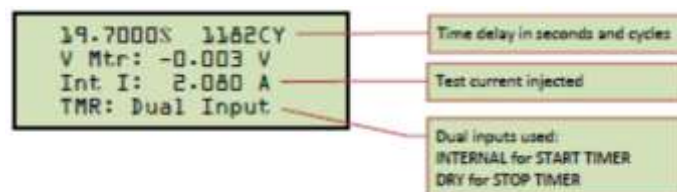

Figure h.1
- h. When the test is finished, the LCD display and the [TEST COMPLETE] led will flash. The time delay will be shown on the screen in milliseconds and cycles. The current level used to perform the test will also be seen on the screen. A typical result screen will be as in Figure h.1 (flashing):
1. Ölçüm	xt Sabit	$I_{sg} > (A)$ ; Sabit = a	Giriş Akımı değişken	Açma süresi=?	T- $I/I_s$ Grafiğini oluşturunuz.
2. Ölçüm	xt Sabit	1. $I_{sg} > (A)$ ; Sabit = a 2. $I_{sg} > (A)$ ; Sabit = 2a	1. Giriş Akımı = b 2. Giriş Akımı = 2b	Açma süresi=?	Fark var mıdır? Sebebi nedir? Yorumlayınız.
3. Ölçüm	xt = 0.7	$I_{sg} > (A)$ ; Sabit = a	Giriş Akımı değişken	Açma süresi=?	1. Ölçümden farkı nedir? Açıklayınız.